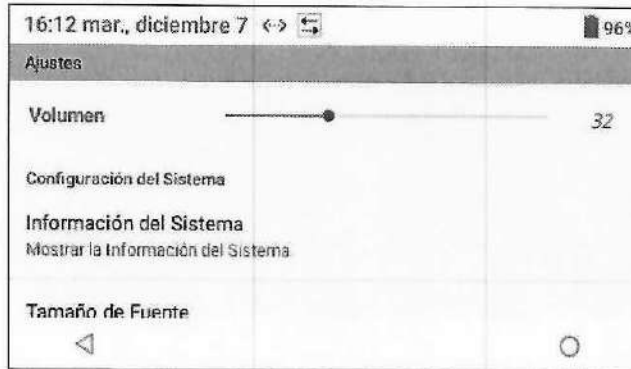

Figura 18: Ajuste del brillo y del volumen del pitido
- 2 Arrastre el control deslizante de **Volumen** de forma horizontal hasta obtener el nivel deseado de volumen (Figura 18).